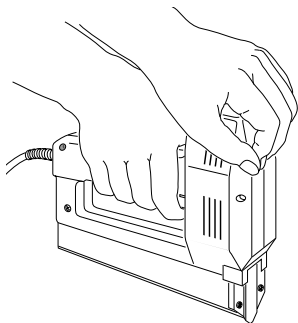

Figura 7
5. Coloque la palma de la mano libre sobre el cabezal de la herramienta (vea la Figura 7).